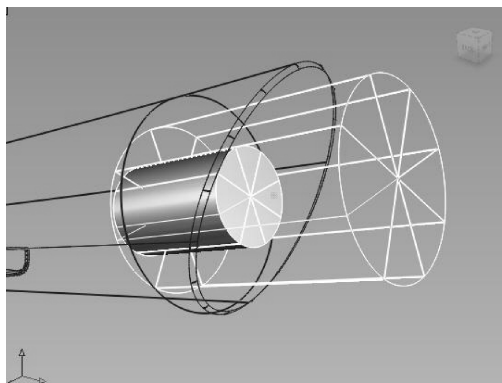
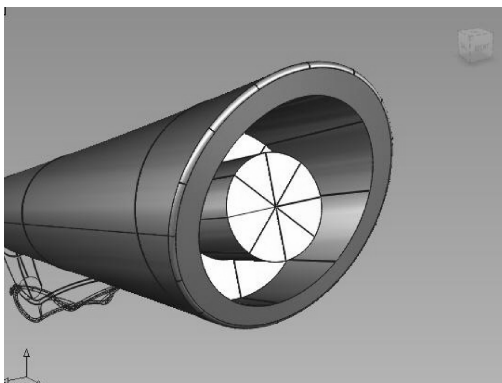

图 10-90 创建圆柱体
图 10-91 修剪曲面
- 08 下面制作烟囱孔。选择【Cylinder】工具, 生成如图 10-90 所示的两个圆柱体, 并调整到适当位置, 然后利用【Intersect】工具和【Trim】工具修剪曲面, 如图 10-91 所示。